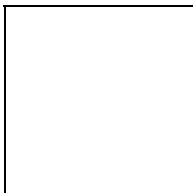
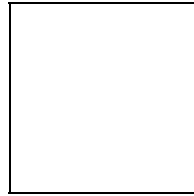
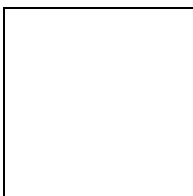

Рис. 5.15. Команда меню “Модель”
Рис.6.1. Окно “Просмотр модели”
Рис. 6.2. Окно “Выбор размеров”
- Проводят проектирование лекал на все рекомендуемые размерные и ростовые варианты в меню “Модель”, используя команду “Создать модель” (рис.5.15).
САПР “Грация” позволяет проанализировать форму лекал деталей, входящих в модель, во всех размерных и ростовых вариантах. Для этого следует обратиться к меню “Модель”, в открывшемся окне которого выбрать команду “Показать модель” (см. рис.5.15). По команде “Показать модель” экран изменит вид, как представлено на рис.6.1.
В практике конструирования принято оценивать лекала разных размерных (ростовых) вариантов на основе совмещения их по осям координат, принятым при градации. По картине взаимного расположения линий контуров совмещенных лекал судят о качестве градации, в частности, о сохранении формы и силуэтного решения изделия в разных размероростах. САПР “Грация” позволяет получить картину совмещенных лекал разных размеров или ростов. Для этого в окне “Просмотр модели” следует активизировать клавишу “Сетка” (см. рис.6.1). В появившемся окне “Выбор размеров” (рис.6.2) в табличном виде представлены сочетания размеров, ростов и полнот, заданные параметрами размножения проектируемой модели.